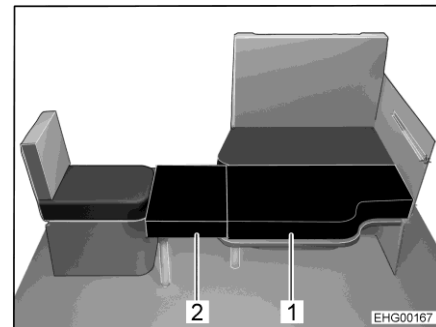

Bild 113 Nach dem Umbau
Die Längssitzbank kann zusammen mit dem seitlichen Einzelsitz und der abgesenkten Tischplatte des Hängetisches zu einem Zusatzbett umgebaut werden. Um die Liegefläche herzustellen, werden zwei Zusatzpolster benötigt. Eines der Zusatzpolster (Bild 113,2) ist mit einer ausklappbaren Fußstütze und einem Haltewinkel ausgestattet. Das andere Zusatzpolster (Bild 113,1) wird auf die Tischplatte gelegt.
- Fußstütze am kleineren Zusatzpolster (Bild 113,2) ausklappen.
- Haltewinkel des Zusatzpolsters (Bild 113,2) am Einzelsitz einhängen und Zusatzpolster auf die Tischplatte legen.
- Zweites Zusatzpolster (Bild 113,1) auf die Tischplatte legen.